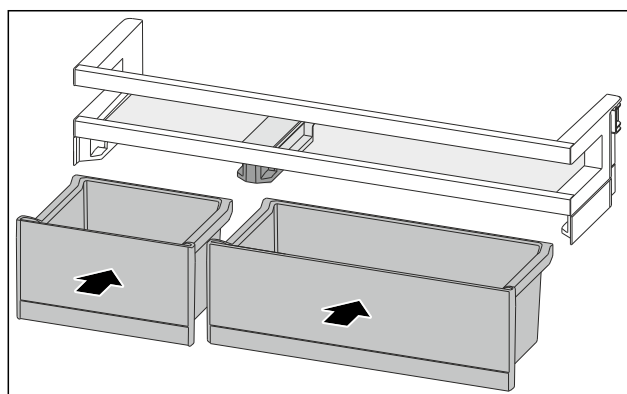

Fig. 79
- Indsæt VarioBox'erne i omvendt rækkefølge. (se Fig. 79)